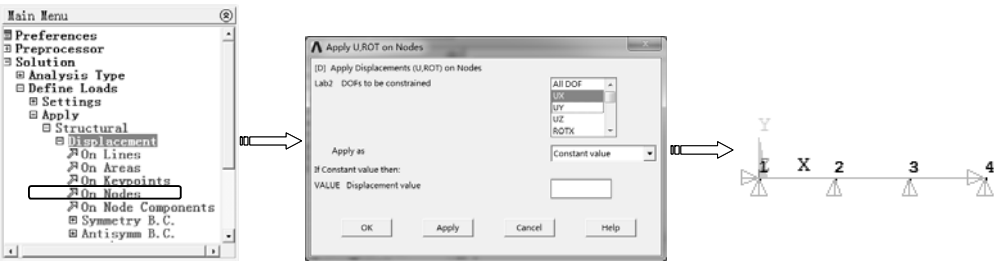

图 7-89 施加自由度约束
2) 选择“Main Menu>Solution>Define Loads>Apply>Structural>Displacement>On Nodes”命令,弹出实体选取对话框,选择节点 1 和 4,单击“OK”按钮,弹出“Apply U,ROT on Nodes”对话框,在“DOFs to be constrained”列表框中选择约束类型“UX”,在“Displacement value”文本框中输入数值 0,单击“OK”按钮完成约束,如图 7-89 所示。